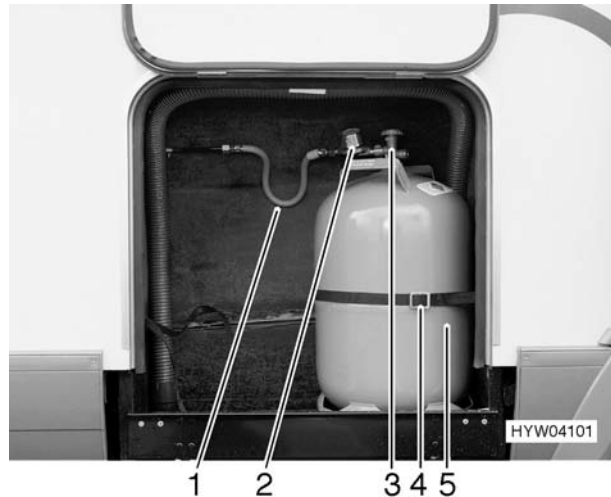

Bild 86 Gaskasten
- Haupt-Absperrventil (Bild 86,3) an der Gasflasche (Bild 86,5) schließen. Pfeilrichtung beachten.
- Gasdruckregler (Bild 86,2) mit Gasschlauch (Bild 86,1) von der Gasflasche von Hand abschrauben (Linksgewinde).
- Befestigungsgurt (Bild 86,4) lösen und Gasflasche herausnehmen.